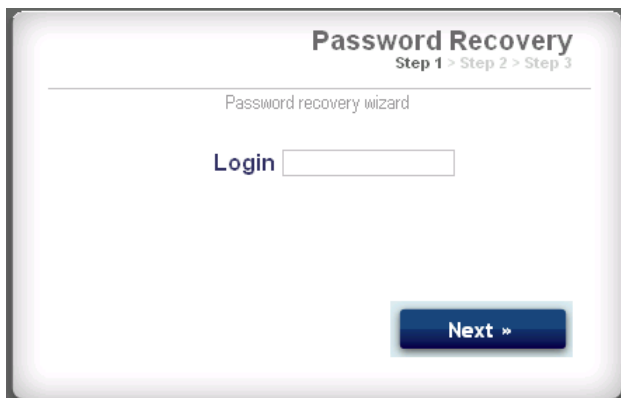

FIG. 44: Recuperación de la contraseña paso 1
2. Vea FIG. 44. El sistema le pedirá su nombre de usuario. Escriba el nombre que introdujo en el paso 5 en la página 23, luego haga click en Next.